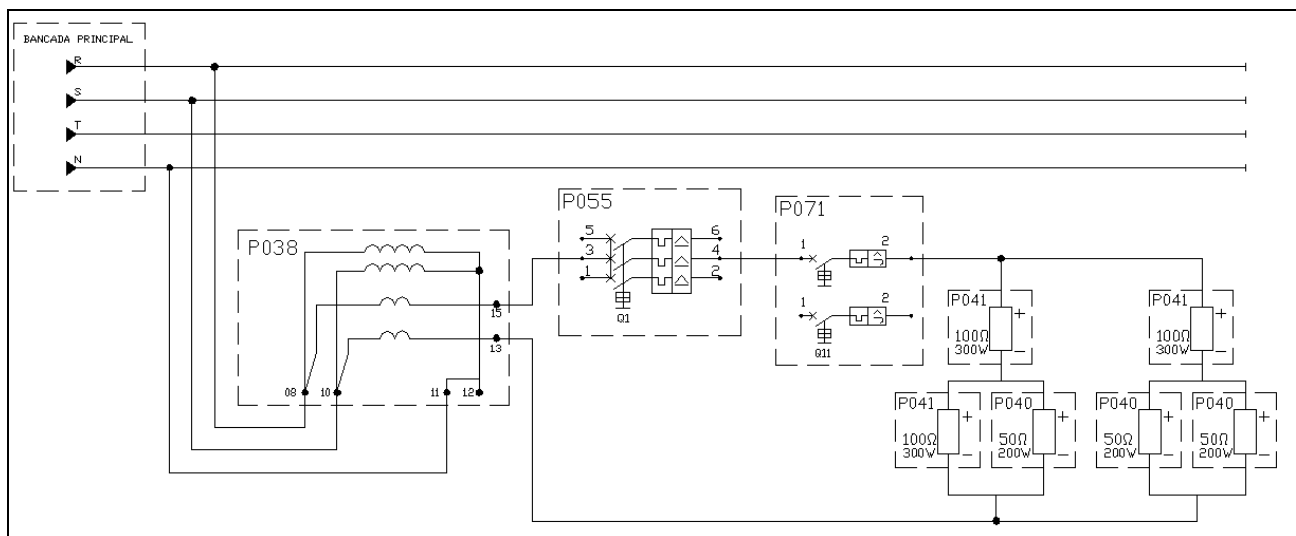

Figura 2 – Circuito para situação 1.
5.1. Monte o circuito da **Figura 2** a seguir: